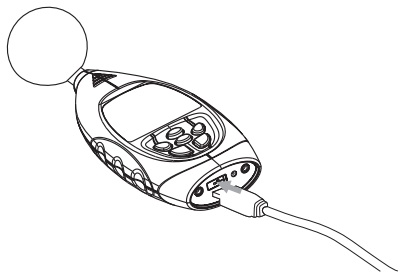

图26
- 将USB传输线的一端插入噪音计底面USB接口处, 如图26: